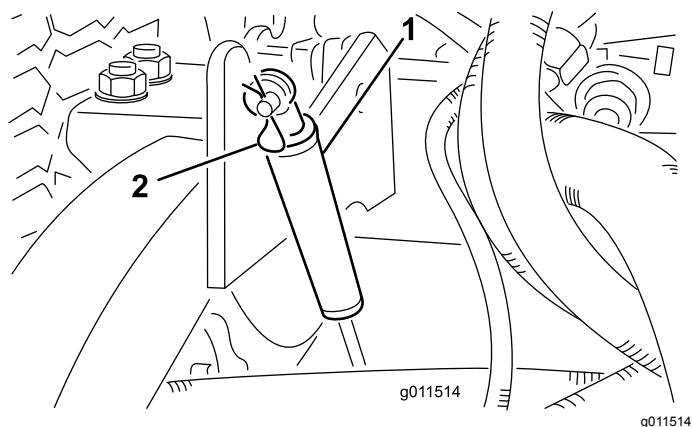

Figura 5
9. Retire las chavetas que sujetan los amortiguadores a los brazos de elevación de la unidad de corte (Figura 5).